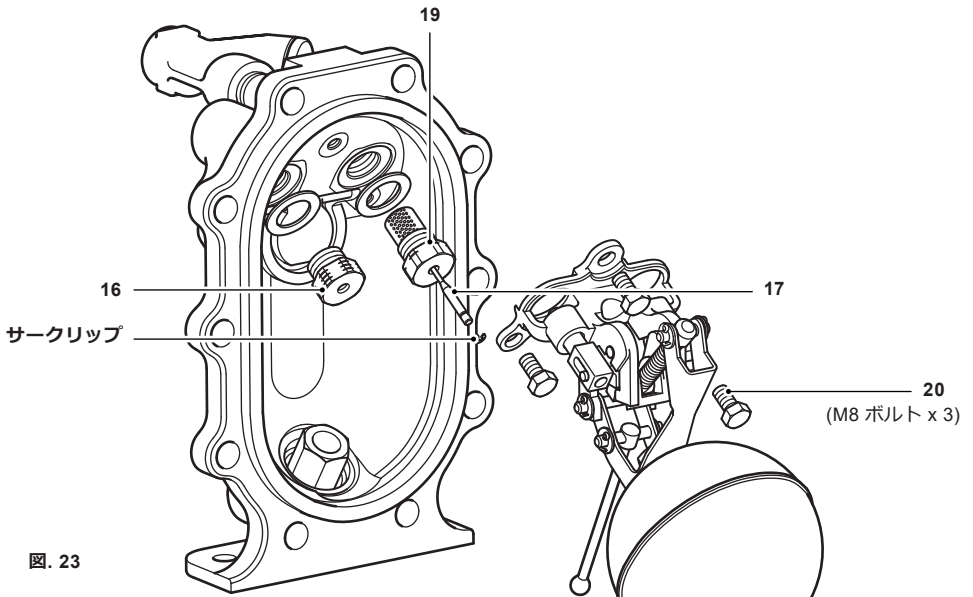

図. 23
9. 図23 に従い、交換用の駆動用蒸気給気弁（部品番号17）と排気弁（部品番号16）を取り付けます。